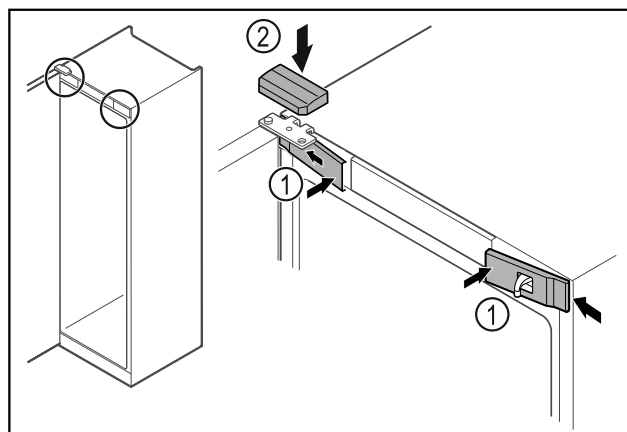

Fig. 38
- Voorste afdekkingen Fig. 38 (1) zijdelings bevestigen en vastklikken.
- Bovenste afdekking Fig. 38 (2) van boven vastklikken.